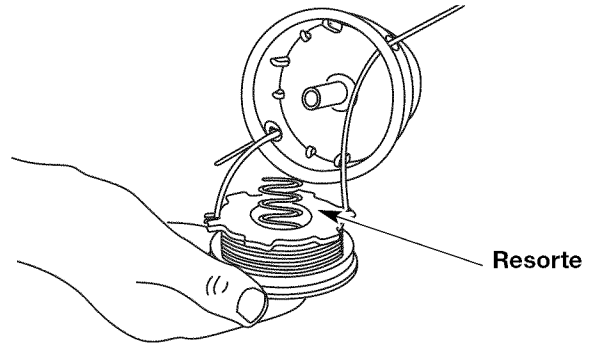

Fig. 23
13. Inserte los extremos de la línea a través de los ojillos de la bobina exterior y coloque el carrete interior con el resorte dentro de la bobina exterior (Fig. 23). Empuje el carrete interior y la bobina exterior entre sí. Mientras sostiene el carrete interior y la bobina exterior, tome los extremos y tire con firmeza para soltar la línea de las ranuras de fijación de la bobina.
5. Inserte los extremos de la línea en los ojillos de la bobina exterior (Fig. 23).